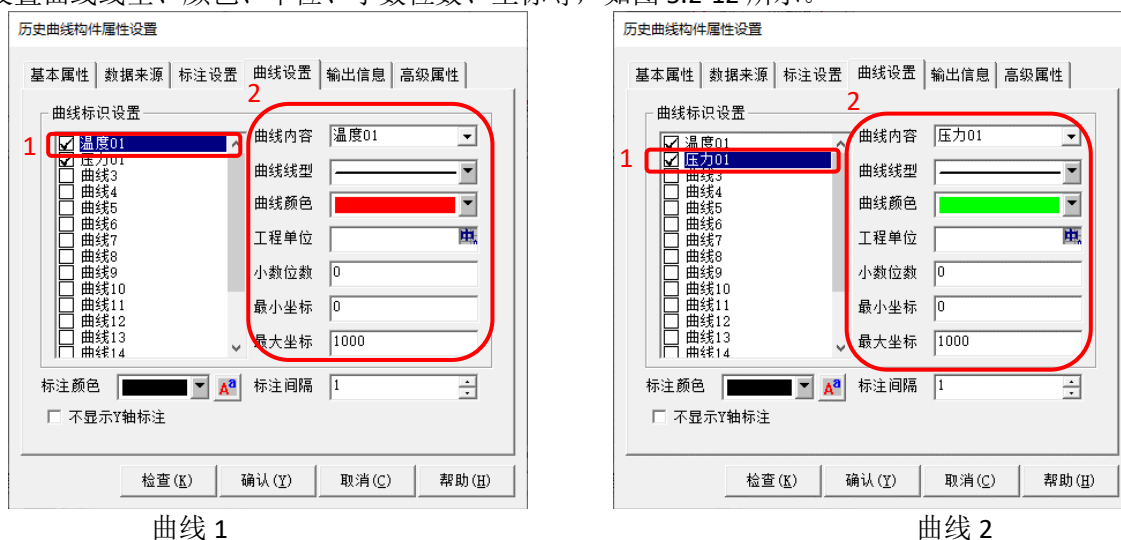

图 5.2-12 曲线设置
- ⑤ 曲线设置：在“曲线标识”选择待配置的曲线，曲线内容选择“数据来源”对应组对象中的成员，并设置曲线线型、颜色、单位、小数位数、坐标等，如图 5.2-12 所示。